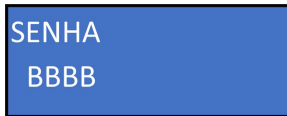

Figura 33
19. Para iniciar a calibração do sensor de ORP, mergulhe o mesmo na solução de ORP 465 mV e navegue com a tecla “para baixo” até encontra a opção “CALIBRA SENSOR DE ORP” e em seguida, pressione a tecla “OK”, para seguir até uma tela intitulada “SENHA”, com uma sequência de 4 letras, para acessar este menu utilize a senha “BBBB” (Figura 33).